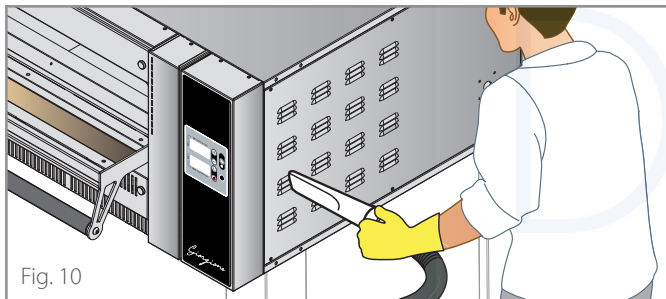

Fig. 10
► **Fig. 10** Mantenga siempre las ranuras de ventilación en el compartimento eléctrico libres y limpias.